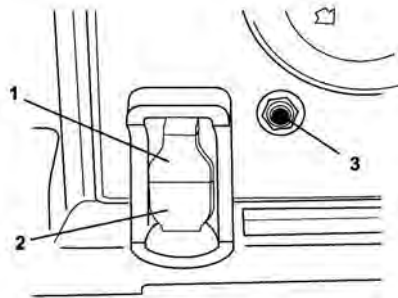

fig. 19 - interruptor de accionamiento
Para evitar un accionamiento accidental el interruptor tiene una llave de seguridad removible, posición (1) fig. 19. Cuando desee evitar accionamientos involuntarios, simplemente tire la llave de seguridad (1) y quítela del interruptor.